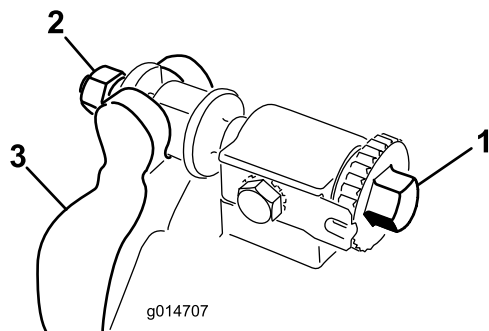

Figura 17
1. Girate in senso antiorario la vite di regolazione della barra di appoggio per allontanare la controlama dal cilindro (Figura 17).